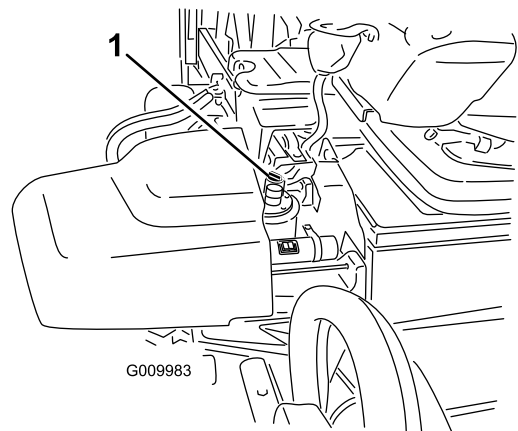

Figure 17
3. Nettoyez la surface autour du goulot et du bouchon de remplissage du réservoir hydraulique (Figure 17). Enlevez le bouchon du goulot de remplissage